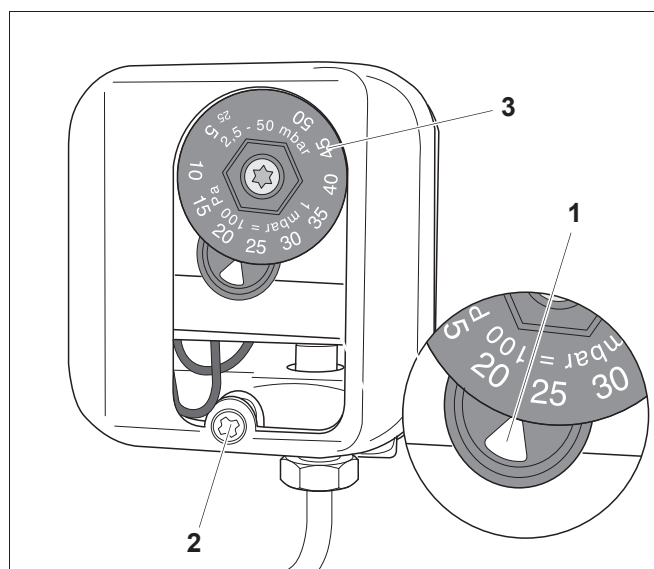

Рис. 46 Прибор контроля давления газа
- Для корректировки настройки нужно открыть крышку (рис. 46, **поз. 2**) прибора контроля давления газа.
- Выставить регулировочный диск (рис. 46, **поз. 3**) по настроечной маркировке (рис. 46, **поз. 1**).